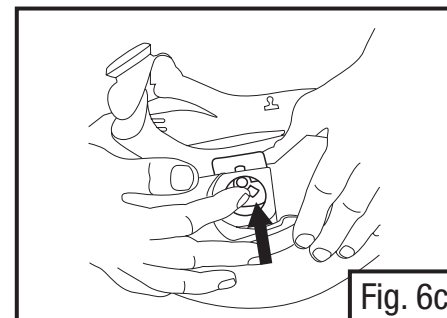

Fig. 6c
- o Se estiver substituindo o kit do pivô, empurre a placa traseira para fora do casco, levemente, na direção da parte de fora do equipamento da cabeça, e deslize para a ranhura no casco do equipamento para removê-la. Se necessário, use uma ferramenta (Fig. 6c).